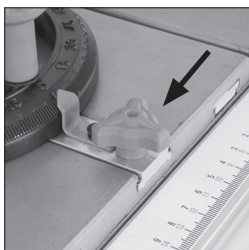

Fig. 23
- La caja ingletadora se puede bloquear en la carretilla corrediza atornillando el tornillo de bloqueo en un orificio situado en el borde delantero de la carretilla corrediza (**Fig. 23**).